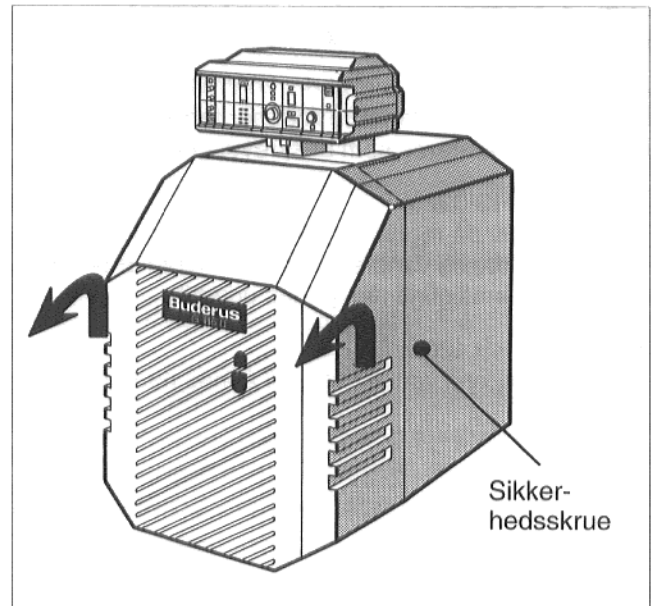

Fig. 23
- Brænderkappen løftes let og afmonteres. På Unit-kedler skal sikkerhedsskruerne til venstre og til højre først (Fig. 23) skrues ud af sidevæggene. Derefter løftes brænderlågen en lille smule og afmonteres.
- Brænderkappe afmonteres som beskrevet ovenfor (Fig. 23).